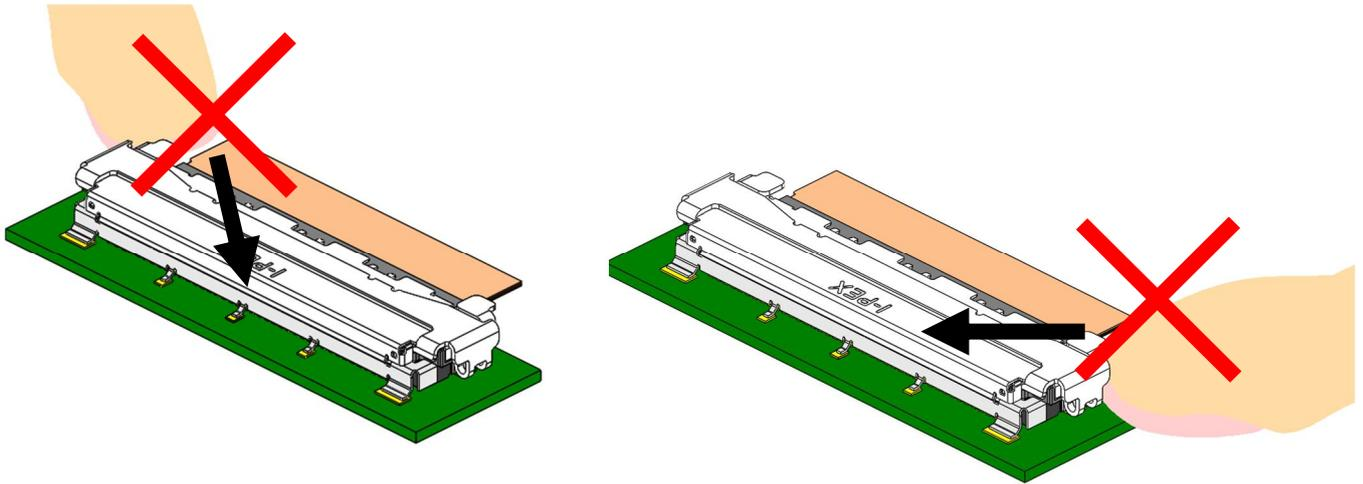

Fig.20
- ・LOCK COVER を解除する際に指ひっかけ部の操作方向を Fig.20 のように、過度に外側から内側に力を掛けて解除しようとすると LOCK の解除に必要な力が大きくなり、最悪の場合コネクタに破損が生じる可能性があるため、行わないでください。